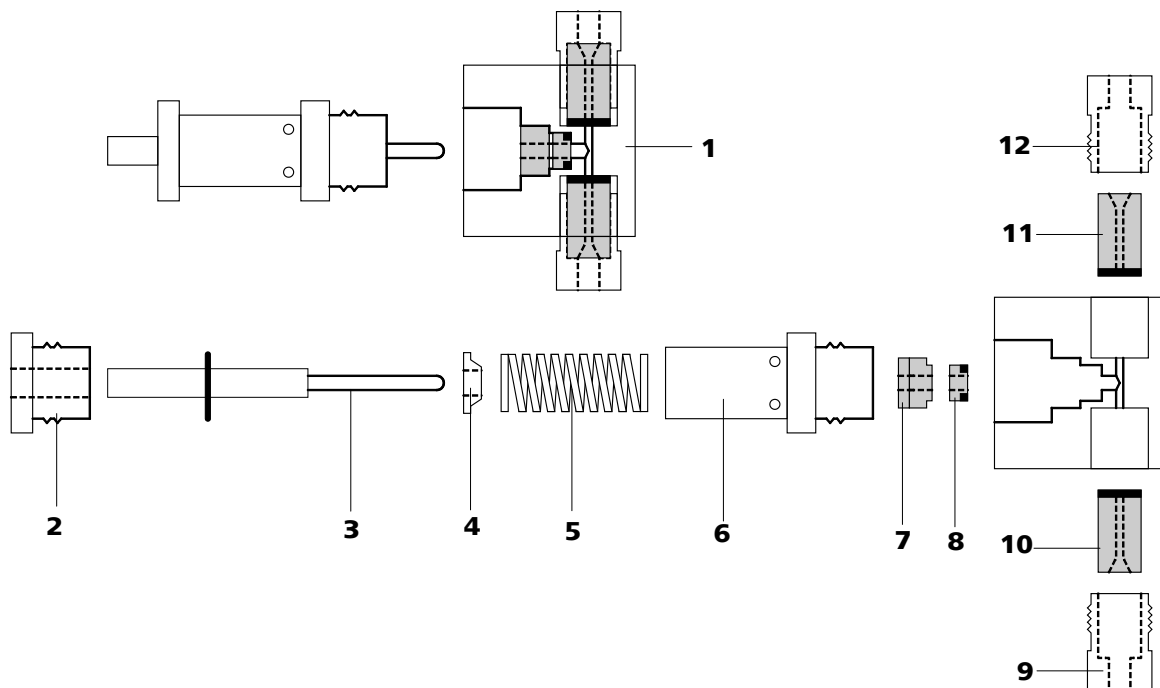

Figura 33 Componentes da cabeça padrão da bomba
- Desmontar a cabeça da bomba (15-4) em todos os seus componentes (ver figura 33, página 73).
Para a escolha correta, é preciso considerar que o líquido deve circular de baixo para cima pela cabeça da bomba. A direção de fluxo das válvulas pode ser verificada ao se assoprar ar pela válvula limpa. As duas válvulas são montadas com a face preta direcionada para a cabeça da bomba (ver figura 33, página 73).
- Remontar os componentes da (15-4) cabeça da bomba (ver figura 33, página 73).